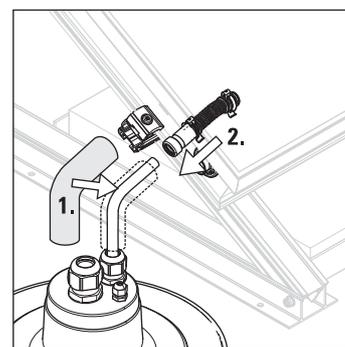

Fig. 3-26 Insertar el empalme de conexión en las conexiones
6. Desplazar el tubo de aislamiento térmico recalado (HT-Armaflex) sobre el empalme (paso 1 en fig. 3-26).
7. Conectar el empalme del arco de conexión del colector al conductor de conexión de impulsión (arriba en el colector plano / VA 15 Solar) o de retorno (abajo en el colector plano / VA 18 Solar) (paso 2 en la fig. 3-26).